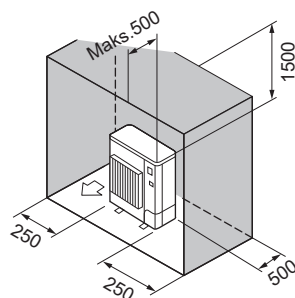

Fig. 2-12
(6) Kun forhindringer bagved, i siderne og ovenover (Fig. 2-12)